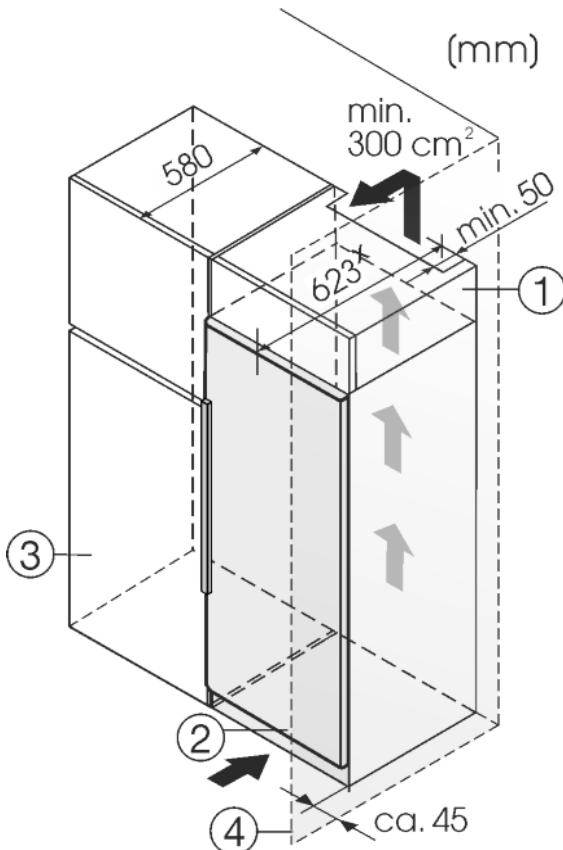

Fig. 8
- (1) Дополнительный шкафчик
- (2) Устройство
- (3) Кухонный шкаф
- (4) Стена
Устройство может быть окружено кухонными шкафами. Чтобы уравнивать устройство Fig. 8 (2) по высоте с кухонной стенкой, можно установить над устройством дополнительный шкафчик Fig. 8 (1).
Если устройство установлено на шарнирах у стены Fig. 8 (4), то расстояние между устройством и стеной должно быть не менее 40 мм. Настолько выступает ручка при открытой дверце.